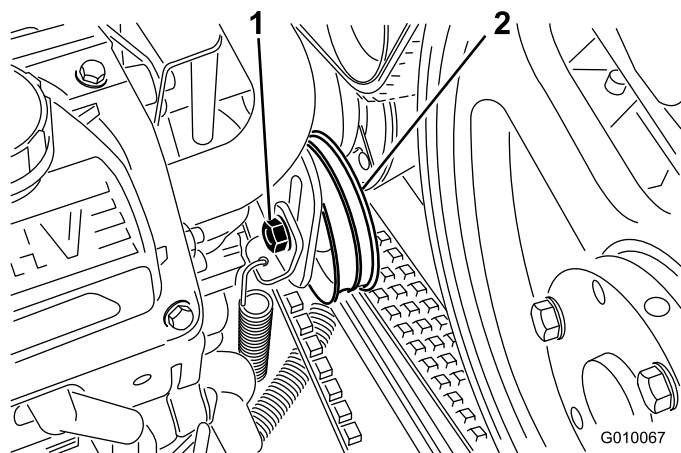

Figura 59
4. Desaperte o parafuso intermédio da correia da bomba o suficiente para permitir o movimento na sua ranhura de ajuste (Figura 59).